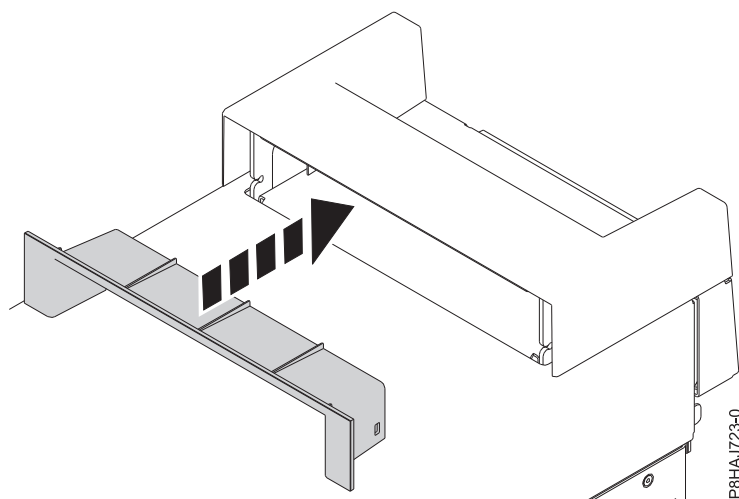

Figura 17. Inserir a peça na tampa da pega num sistema autónomo 8286-41A
2. Insira a peça na tampa da pega ao a empurrar firmemente para a tampa da pega conforme apresentado na Figura 17.